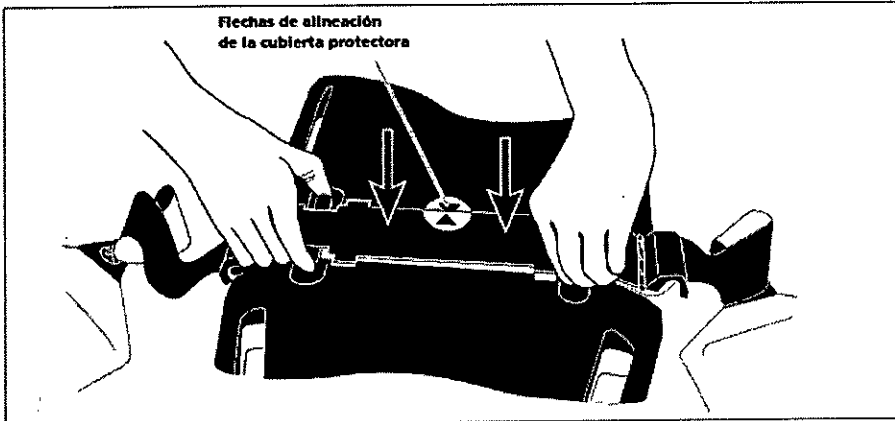

Figura 2-3 Cierre de la cubierta protectora
8. Cierre la cubierta protectora; para ello introduzca por completo las lengüetas de bloqueo en las ranuras del AutoPulse (consulte Figura 2-3).